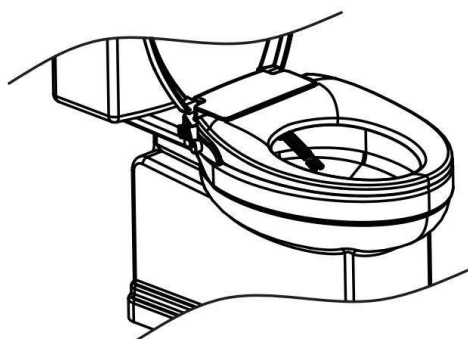

図1
1. ノズルをゆっくり引き抜き、チューブを持ちます。図1のように矢印の方向に沿ってノズルを取り外します。